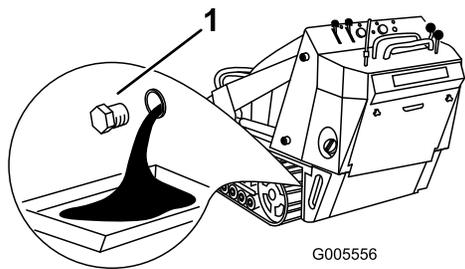

Рисунок 36
- Снимите заглушку слива (Рисунок 36).